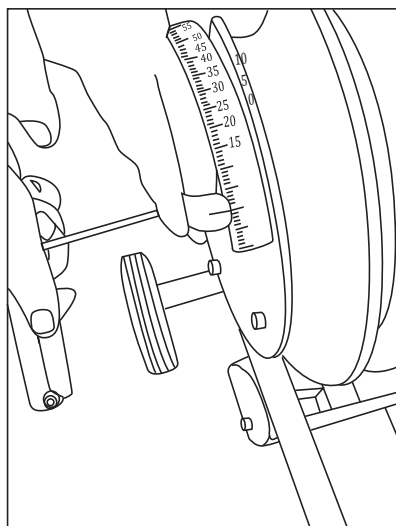

Fig. 3
5. Ajuste el puntero del transportador al aflojar el tornillo para llave Allen en la parte frontal de la zapata, utilizando una llave Allen de $\frac{3}{16}$ " (Fig. 3).